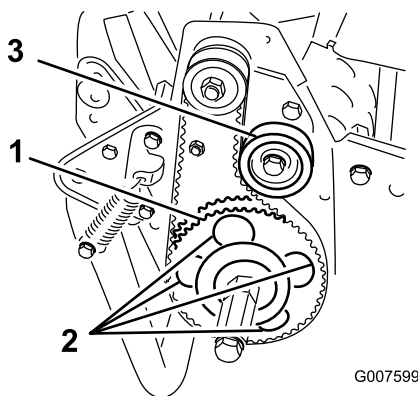

図 44
7. 受動プーリを回して、4つの穴にローラベアリングフランジネジを整列させる（図 44）。
11. ベルトの張りを調整し、アイドラプーリネジを締める (図 44)。